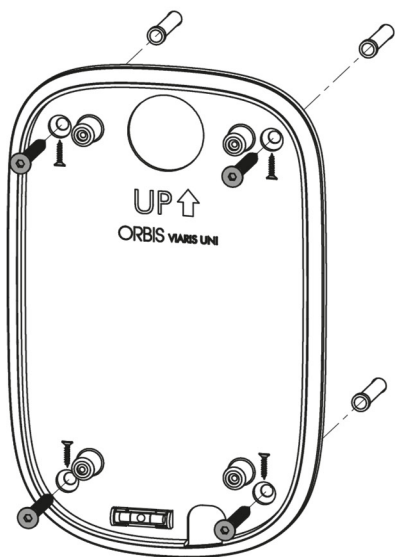

Fig.1
- Fissare la base a parete con le viti. **Fig.1**